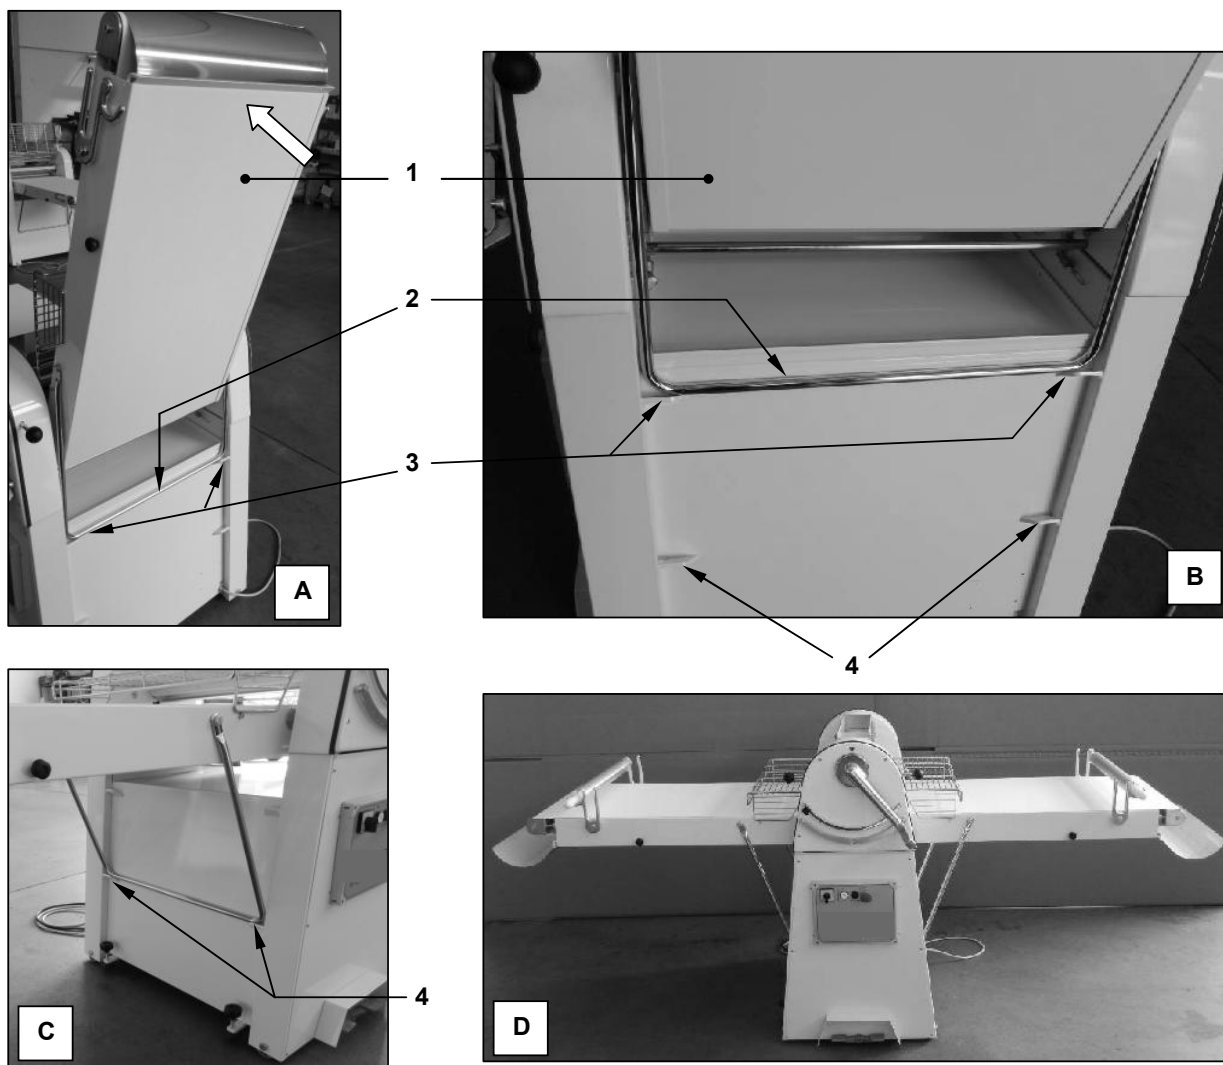

Figura 16 - Banchi in posizione di lavoro
Con riferimento alla Figura 16, per portare un banco dalla posizione di foto A alla posizione di lavoro di foto D):
- portare i banchi in posizione stabile sollevata, come mostrato in Figura 16), foto A - B; controllare che i sostegni siano ben inseriti negli appoggi superiori.